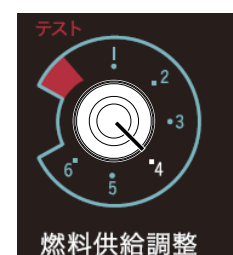

図 7
4. 燃料供給の速度を調整します。初めて焚くとき、あるいは別のペレット燃料を焚くときは、図7にあるように燃料供給調整ダイヤルを #4 に設定してください。#4 は標準的な設定で、さらに大きくする必要があるかもしれません。最適な燃料供給率になるように微調整していきます。ペレット供給率が高すぎると、燃料が無駄に消費されることになります。
4. 燃料供給の速度を調整します。初めて焚くとき、あるいは別のペレット燃料を焚くときは、図7にあるように燃料供給調整ダイヤルを#4に設定してください。#4は標準的な設定で、さらに大きくする必要があるかもしれません。最適な燃料供給率になるように微調整していきます。ペレット供給率が高すぎると、燃料が無駄に消費されることになります。